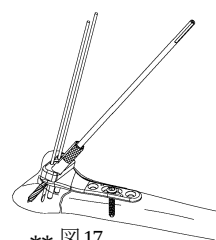

図 17
- 17) 同様に茎状突起部への穴あけ～スクリュー/ピン固定を行います。(図 17) ダイレクトドリリングの場合は、2.5 ドリルを使用することも可能です。